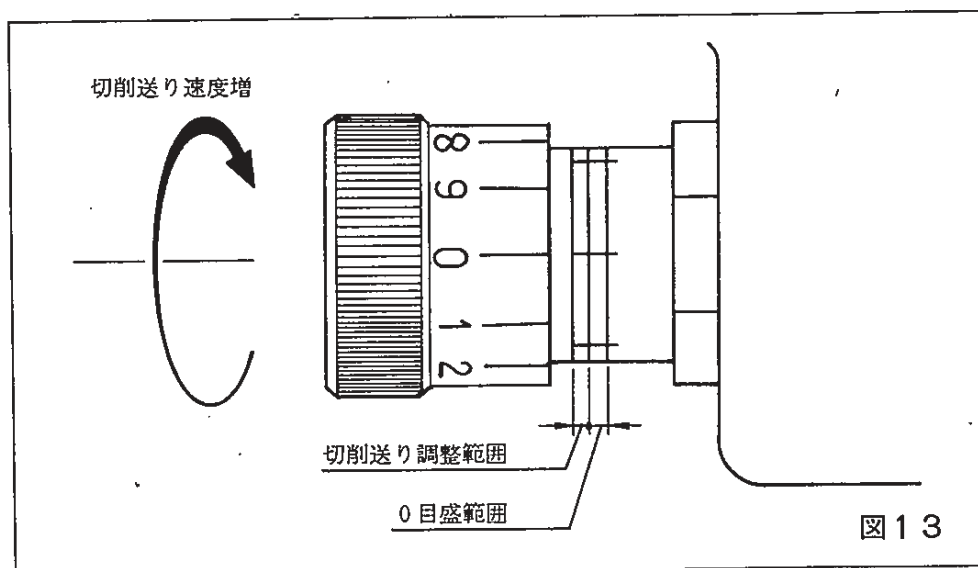

図13
- (1) 送り量の選定は絞り調整つまみを回して行います。つまみを右へ回すと送り速度は遅くなり、左へ回すと速くなります。(図13参照)
- (2) つまみを一杯右へ絞りこんだ位置から左へ1回転の間、送り量はほぼ0に近い状態になります。
- (3) 一般の送り速度は上記よりさらに左へつまみを回す事により、(約1回転以内)所用の速度が得られますので、本体横の銘板「絞りと送り量の関係」を参照し選定して下さい。
- (4) 段取作業等でクイルを途中で止めたい時は、(2)の様につまみを絞り込めば、その位置でほぼ停止しますが、長時間その様な状態にする時は必ず空気圧を0として下さい。